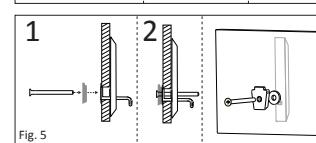

Fig. 5
- As you hold the flange and apply pressure to the bar by pulling outward, align the hole in the mounting bracket with the center hole of the flange and insert a 3" machine screw into the mounting bracket and then the center hole of the flange. Ensure that the mounting bracket is positioned upright with the tab on the large side facing upwards. Next align the machine screw with the threaded insert in the bar and tighten enough to keep the bar upright. DO NOT COMPLETELY TIGHTEN. (see Figure 5).
14. Alors que vous tenez la collerette et faites pression sur la barre en tirant vers l'extérieur, insérez une vis de 3 po (7,62 cm) dans le trou central de la collerette. Ensuite, insérez la vis à métal dans le trou fileté de la barre et serrez suffisamment pour maintenir la barre droite. NE SERREZ PAS COMPLÈTEMENT. (Fig. 5).
14. Mientras sostiene el reborde y aplica presión a la barra tirando de ella hacia afuera, introduzca un tornillo maquinado de 3" en el agujero central del reborde. Despues alinee el tornillo para metales con el inserto roscado en la barra, y apriete lo suficiente para mantener la barra derecha. NO APRIETE POR COMPLETO. (Fig. 5).